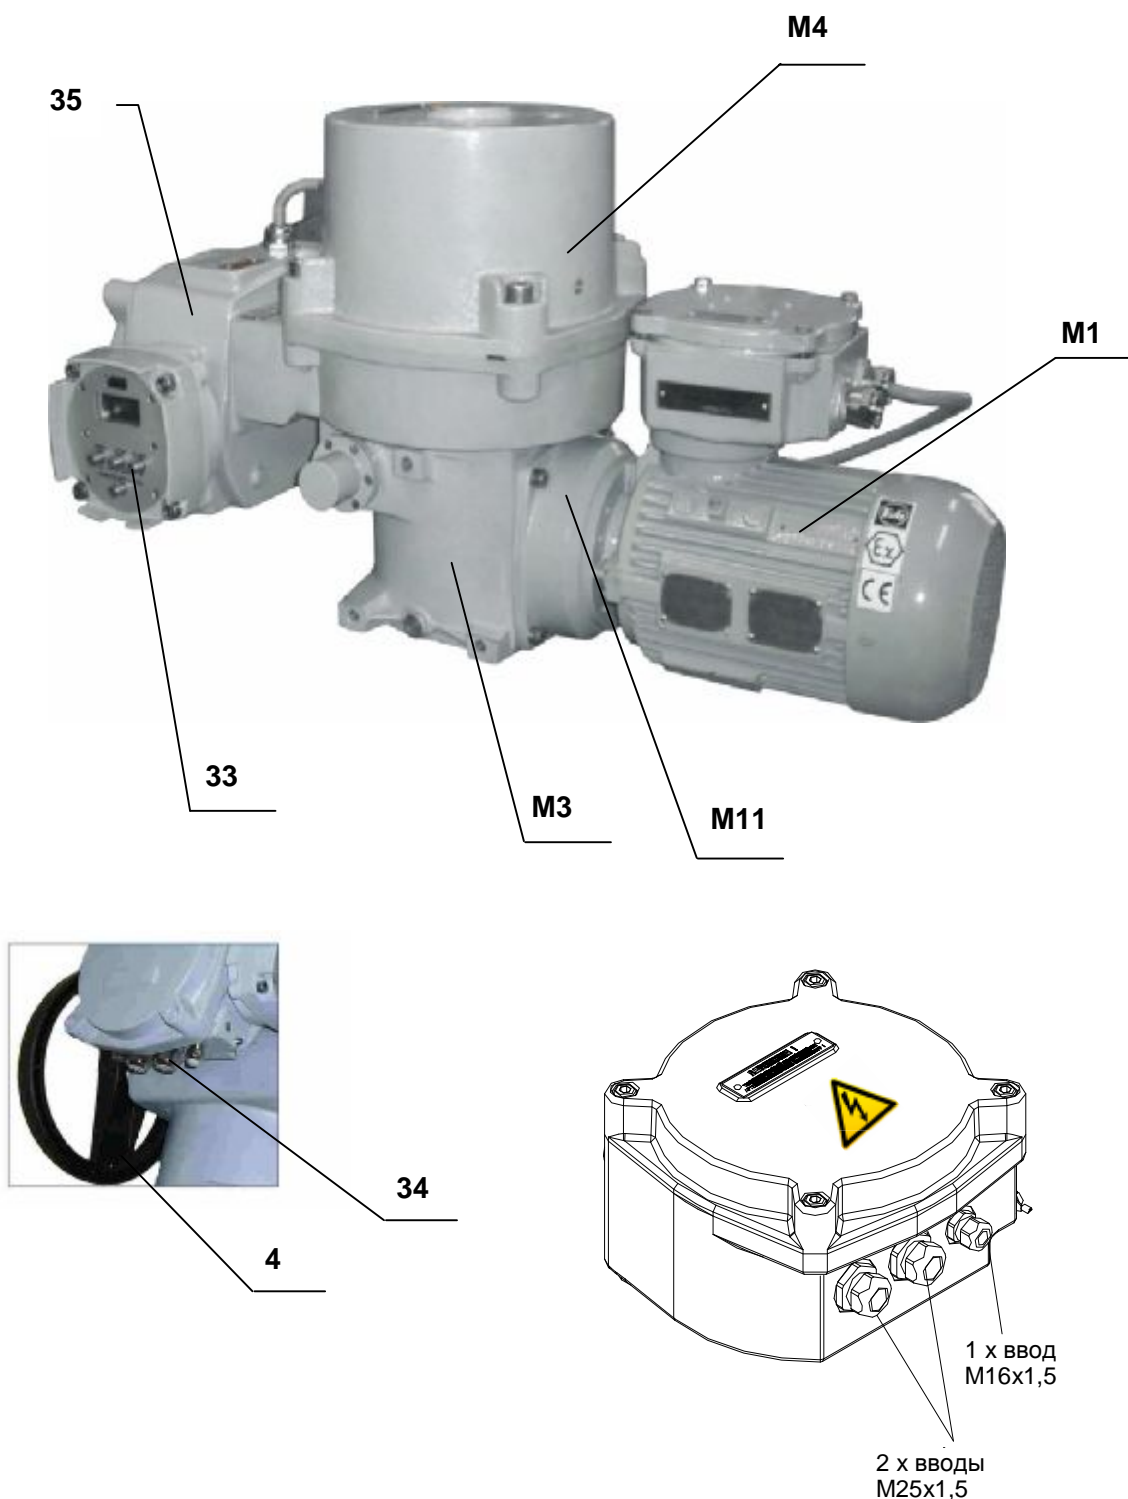

Рис. 1 – МО 3-Ex / МО 4-Ex
ЭП МО-Ex состоит из следующих модулей (рис.1, 1а):
Рис. 1 а – MO 5-Ex
Модуль М4 – шкаф управления (рис. 1,1а)
- электрическое включение через клеммные колодки (**Ex e IIC T4**), расположенное в пространстве шкафа клеммной колодки (35) (рис.1,1а) и кабельных концевых втулок (34) (рис.1,1а)
- модуль местного электрического управления (33) (рис.1,1а) (для спецификации ЭП) помещен на шкафу клеммной колодки.